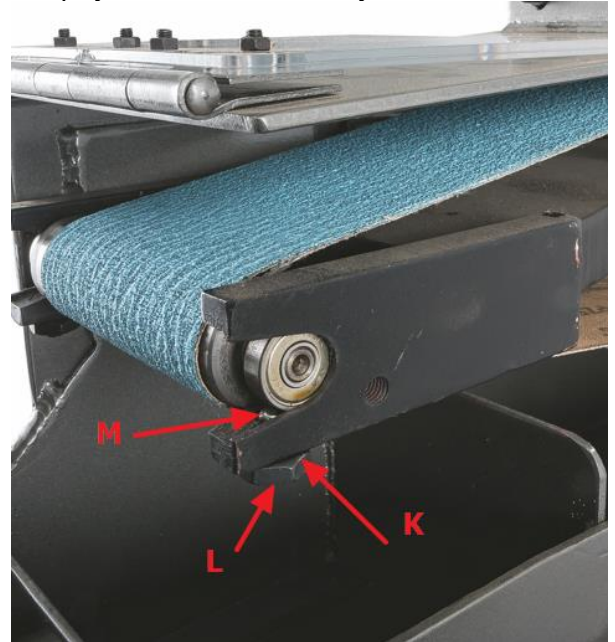

Рис.8
3. Ослабьте шестигранные гайки (K, Рис.8) и поверните установочные винты (L) чтобы опустить стальные шарики (M)
5. Поднимите шарики (M) повернув установочные винты (L), затяните шестигранные гайки (K) и натяните ленту. Дополнительные ролики могут храниться на зубчатой рейке в стойке – откройте дверцу в стойке для доступа.